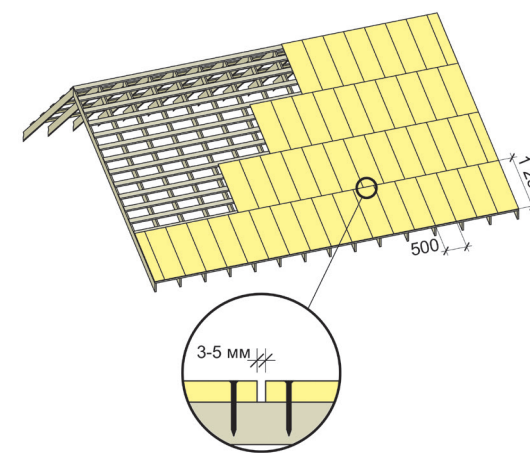

Рис. 5. Укладка сплошного основания из плит ОСП-3 или фанеры ФСФ по обрешётке.
3.1.3 Плиты необходимо разрезать на пять частей по длинной стороне и крепить в разбежку (рисунок 5).